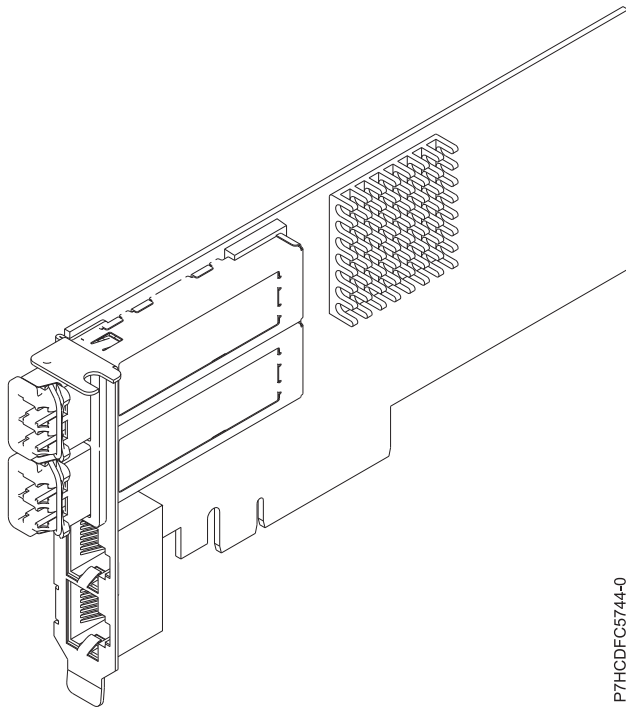

図 55. PCIe2 2x10GbE SR 2x1GbE UTP アダプター
PCIe2 2x10GbE SR 2x1GbE UTP アダプターは、PCI Express 第 2 世代、4 ポート・イーサネット Unified Wire アダプター (PCI Express 2.0 ホスト・バス・インターフェース付き) です。このアダプターは、クラウド・コンピューティング、仮想化、ストレージ、およびその他のデータ・センター・アプリケーション向けに最適化されています。4 個のポート・アダプターが 2 個の 10 Gb イーサネット・ポートと 2 個の 1 Gb イーサネット・ポートを提供します。この 2 個の 10 Gb スモール・フォーム・ファクター・プラグ可能 (SFP+) 単ルート (SR) トランシーバー・ポートが、ネットワーク内の他のサーバーまたはスイッチとの接続に使用されます。各 SFP+ (SR) ポートは公称データ速度 10 Gbps (G ビット/秒) でのイーサネット接続を提供し、最大ケーブル長が 5 m (16.4 ft) の SFP+ 銅線平衡型ケーブルを使用します。各 RJ45 ポートは、データ速度 1 Gbps でイーサネット接続を提供します。アダプターのリンク集約およびフェイルオーバー・フィーチャーは、冗長度および高可用性を必要とする重要なネットワーク・アプリケーションに最適です。212 ページの図 55 は、FC 5745 アダプターを示しています。